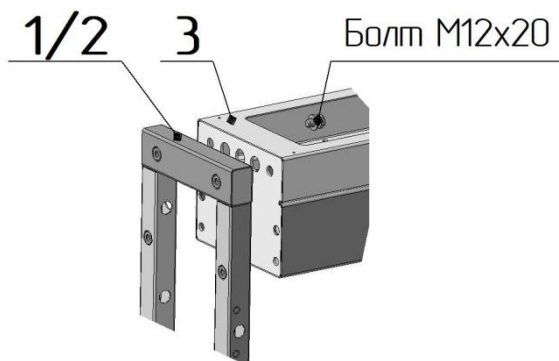
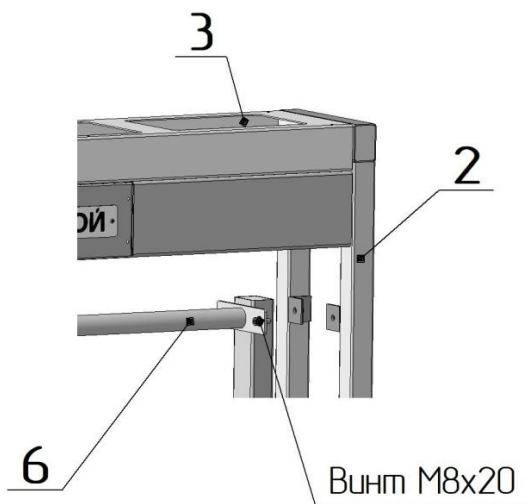

Рис.1
Рис. 2
1. Сборка турникета (рис.1, рис.2, вариант сборки двумя сборщиками):
– положите на пол на боковую плоскость раму механизма **3**, (предварительно постелив лист картона), рядом аналогично положите стойку крыла прохода **1** и стойку ограничения прохода **2** (рис.1); состыкуйте указанные элементы друг с другом соединительными элементами и закрутите по три болта М12 с каждой стороны; поставьте собранный портал вертикально на месте установки турникета;
– состыкуйте лопасть ограничителя прохода **6** со стойкой ограничения прохода **2** (рис.2) и закрепите винтами М8 с гайками.